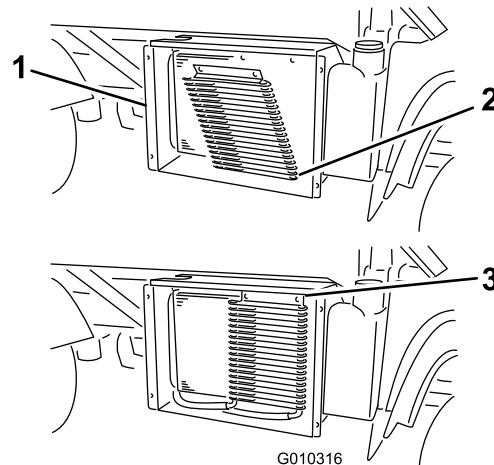

Figure 60
3. Le cas échéant, tournez les verrous et faites pivoter le refroidisseur d'huile pour l'éloigner du radiateur (Figure 60).